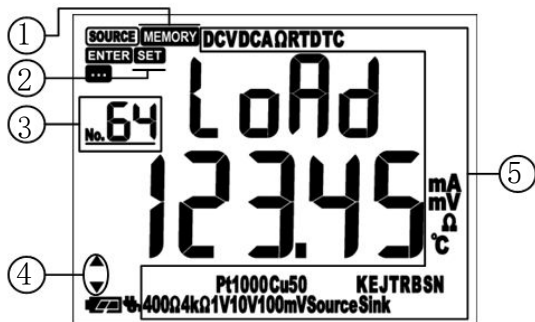

图 5.8 读取常用输出值的显示画面
- (1) MMB 在正常操作时, 按 **RECALL** 键, MMB 切换到读取状态显示: 显示内容如【图 5.8】所示。
- (2) 通过按 **▲ ▼ ◀ ▶** 键切换选择读取位置 1~64, 位置数字显示在左上角。随着切换读取位置, 所选编号位置存储的存储值、信号类型和单位信息会实时在下排显示刷新。如果当前内存位置没有数据, 则会显示“— — — —”。